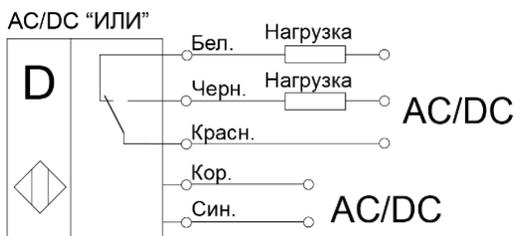

Рисунок 2 - Варианты схем подключения выключателей
3.7 Выключатели включаются в электрическую цепь по проводной схеме (Рис.2). Соответствие выводов и схема подключения указаны в маркировке выключателя.